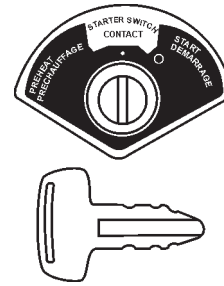

Figure 10. Contact et clé de contact
5. Insérez la **clé de contact** dans le contact (Figure 10).